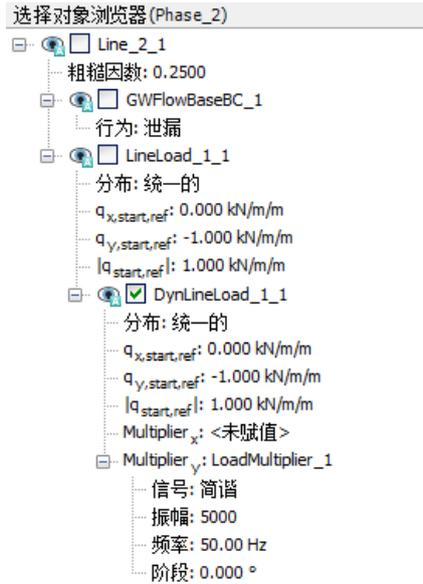

图 7 选择浏览器中动力荷载分量
- 在分步施工模式中激活分布荷载动力分量。选择浏览器中激活的动力荷载分量如图 7 所示。